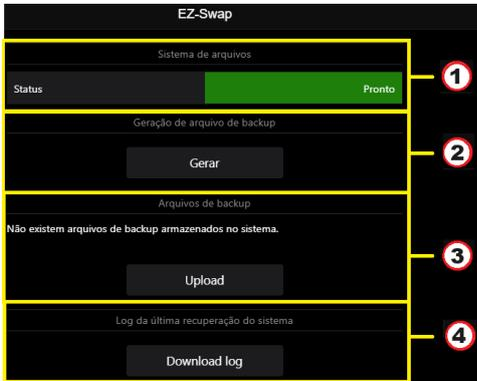

Figura 61 – Página de configuração EZ-Swap via Alfa Web Monitor
A geração do arquivo de recuperação do sistema (EZ-File) é muito simples. Para que esta ação seja efetiva o canal de pesagem deve estar habilitado. Através do submenu EZ-Swap, pressionar o botão **Gerar** indicado no item 2 da Figura 61. Neste momento, o sistema deve retornar uma caixa de texto para o usuário especificar o nome do arquivo de recuperação a ser gerado. Ao confirmar a geração com o nome dado, o sistema deve carregar na lista de “Arquivo de backup” o novo arquivo gerado. Este arquivo pode, caso desejado, ser baixado no computador que está executando o Alfa Web Monitor pressionando o botão **Download**.